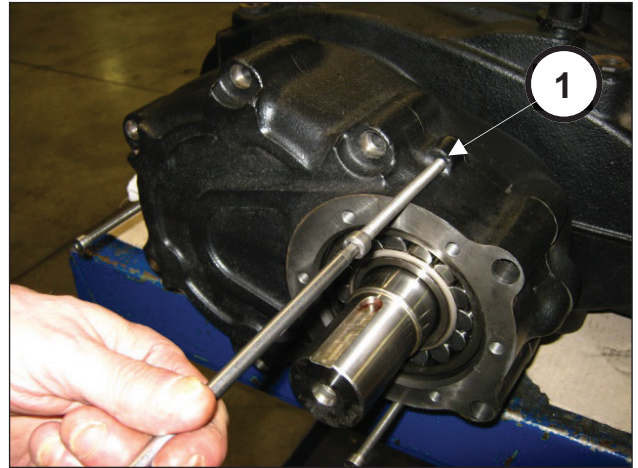
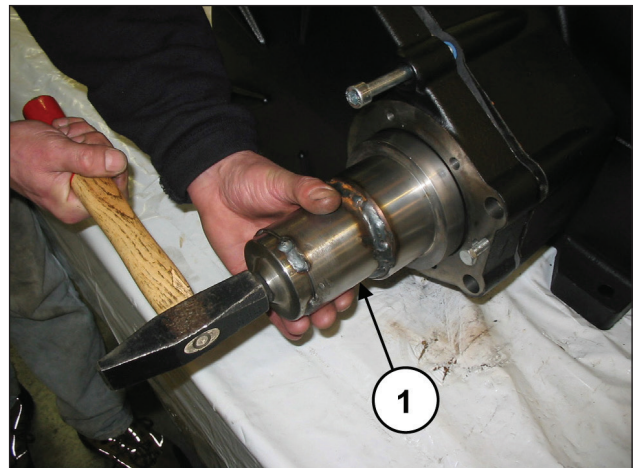

图8
图9
通过提取器拧紧3个螺纹销柱 (部件号①, 图8), 同时使用专用工具 (代码27887000) 轻敲它, 使轴承在拆下盖子 (部件号①, 图9) 时保持在小齿轮上。